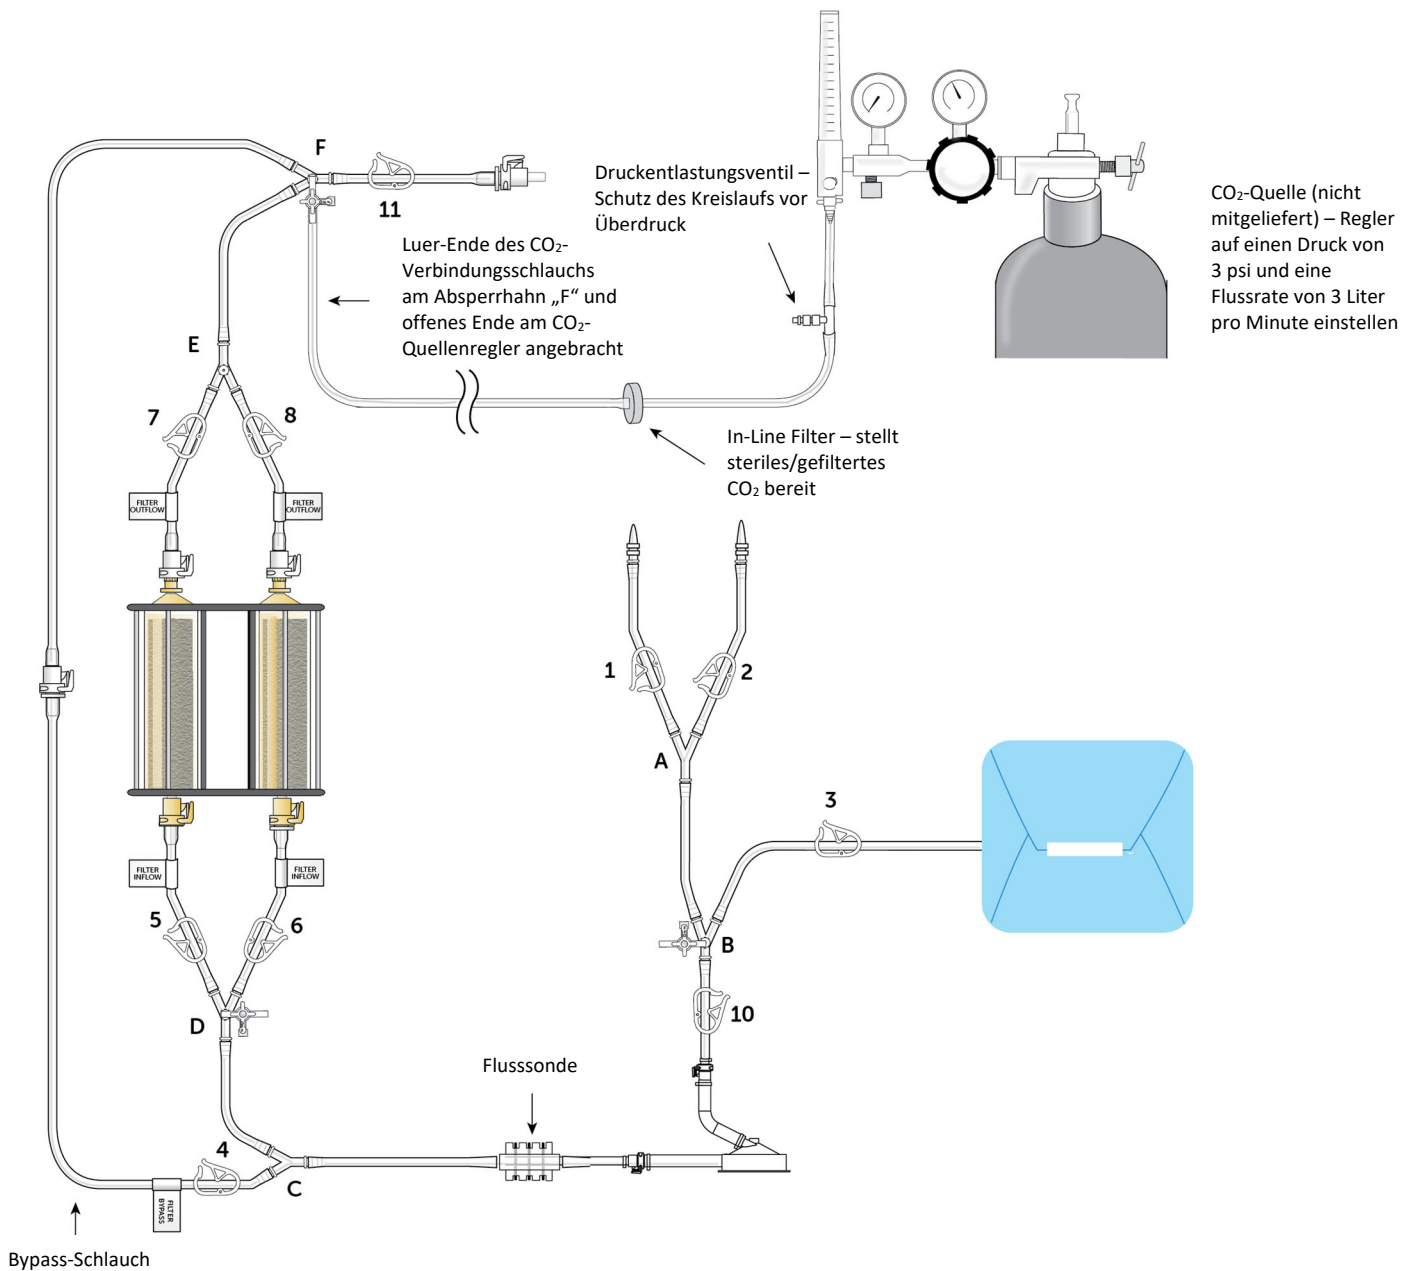

Abbildung 12
- Schliessen Sie die Ableitungsklemme (11), bringen Sie den CO₂-Verbindungsschlauch an Absperrhahn „F“ an und öffnen Sie den Absperrhahn, siehe Abbildung 12.